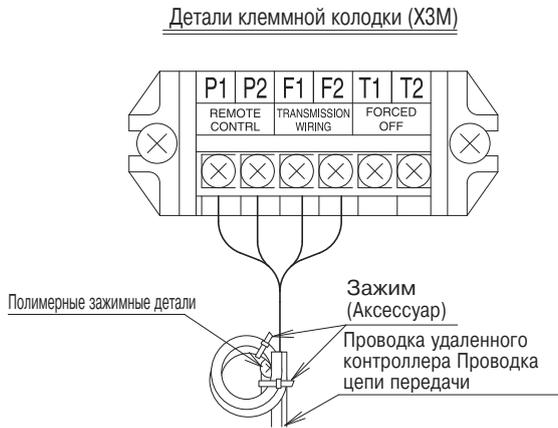

Рис. 18
- Снимите крышку блок управления и присоедините провода, как показано на рисунке ниже (См. рис. 17 и рис. 18).
- Проведите проводку пульта дистанционного управления, проводку цепи передачи и провод компьютерного управления в блок управления через сквозное отверстие и подсоедините провода к клеммам на клеммной колодке X3M. После подсоединения, закрепите провода входящими в комплект хомутами. (См. рис. 18)